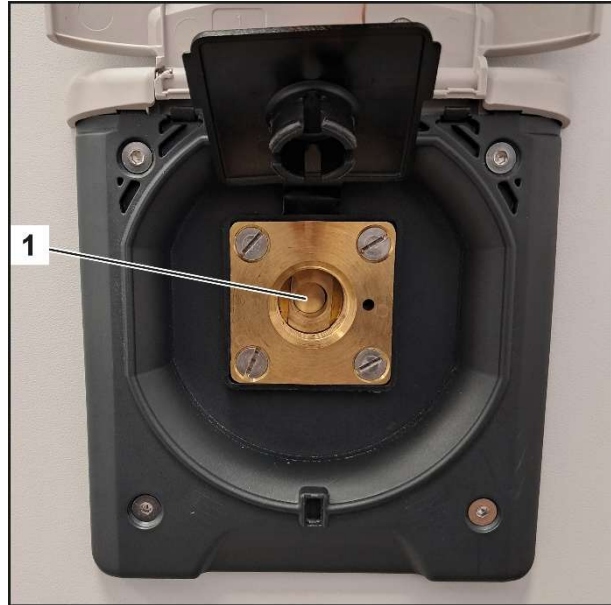

Bild 12
3. Anslut en lämplig tankadapter (Bild 13/1) till påfyllningsnippeln (Bild 12/1). ALUGAS rekommenderat att en adapter med sinterfilet används för att inte leda in föroreningar i systemet.